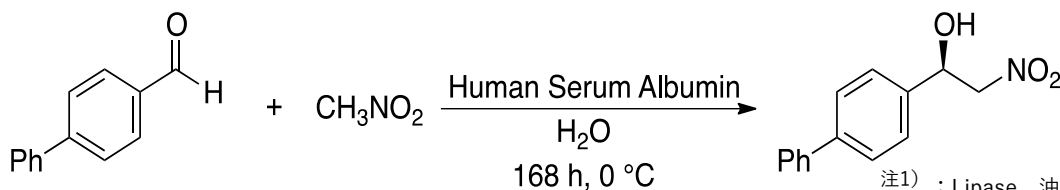

図2 ニトロアルドール反応 (ヘンリー反応)
- カルボニル化合物とニトロアルカンを縮合するニトロアルドール反応は、代表的なC-C結合反応の一つとして知られています。ヒト血清アルブミン (HSA) を反応系に添加することで、水中での不斉反応が可能であることを初めて明らかにしました (図2)。